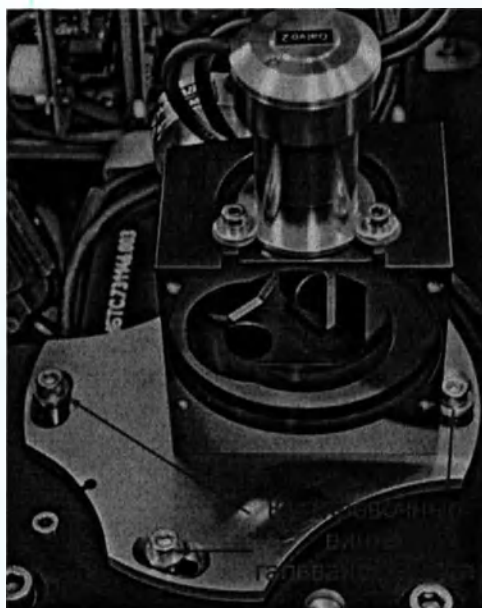

Рис.17. Юстировочные винты гальваносканера.
7. Убедитесь, что излучение проходит по центру входной апертуры гальваносканера. Если излучение не сцентрировано, сцентрируйте его при помощи двух юстировочных винтов последнего выходного зеркала в излучателе (Рис.17).